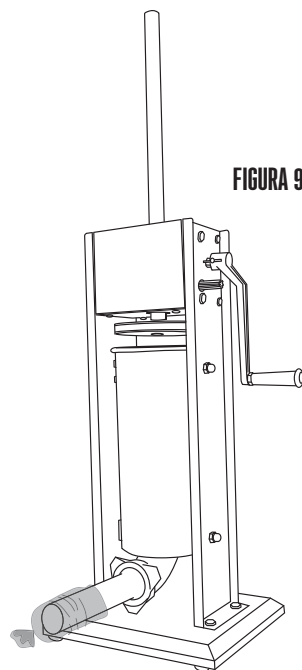

FIGURA 9
6. Deslice un forro en el extremo del embudo de relleno hasta que se haya deslizado completamente en el embudo (**FIGURA 9**).